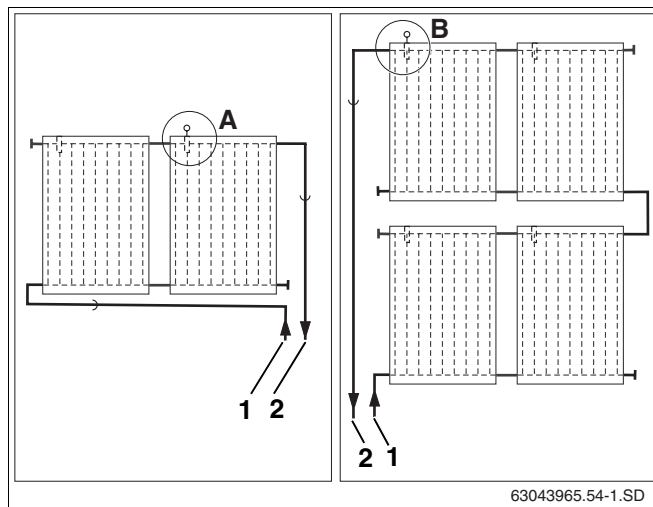

Fig. 53 Local de montagem da sonda do colector (apresentação esquemática)
Atenção ao local de montagem nos sistemas de colectores de uma ou de duas filas (fig. 53).
A sonda do colector deve ser montado ao colector com a tubagem de impulsão ligada (fig. 53, **item 2**).
- Local de montagem (fig. 53, **item A**) nos sistemas de colectores de uma fila.
- Local de montagem (fig. 53, **item B**) nos sistemas de colectores de duas filas.